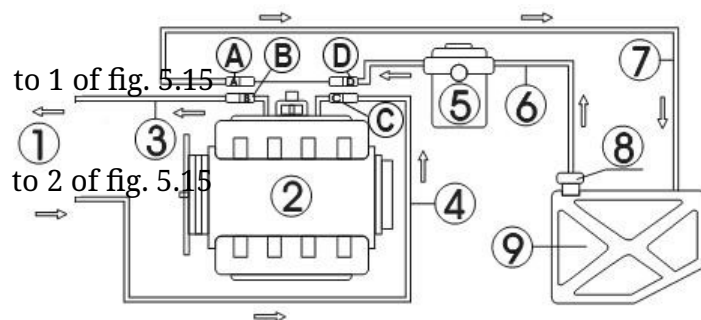

图 5.17 管路连接 1
- 1) 断开发动机燃油系统的供油管（C、D）和回油管（A、B）（断开燃油管路接头时用毛巾盖住）。选择合适接头分别连接 B 端和 C 端，再将另一端分别连接至设备对应回油管和出油管，见图 5.17。